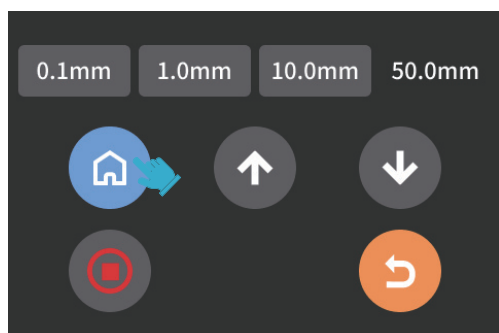
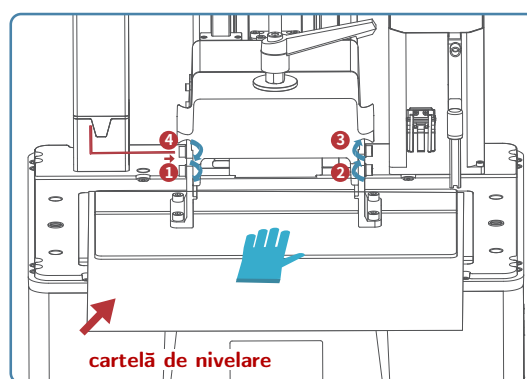

Figura 7
Figura 8
2. Așezați cartela de nivelare între placa de imprimare și ecranul LCD, apoi atingeți **Move Z axis to zero** (butonul cu căsuță: aducerea axei Z la zero; vezi Figura 7). După ce imprimanta s-a oprit, apăsați cu o mână partea de sus a plăcii și strângeți cu cealaltă cele patru șuruburi de fixare ① ③ ④ ② (vezi Figura 8).